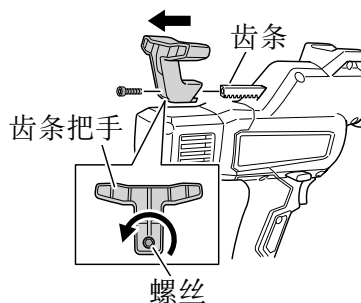

图 12
- (2) 松开机架把手后部的螺丝，将机架把手从机架上取下。(图 12)